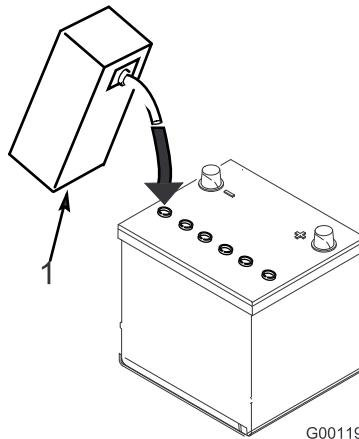

Figura 4
4. Attendete circa 20 o 30 minuti perché le piastre assorbano l'elettrolito. All'occorrenza rabboccate finché l'elettrolito non è a circa 6 mm dalla base della tazza di riempimento (Figura 4).
3. Riempite con cautela ciascun elemento di elettrolito finché le piastre non sono coperte con circa 6 mm di fluido (Figura 4).